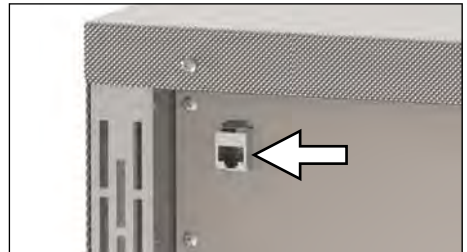
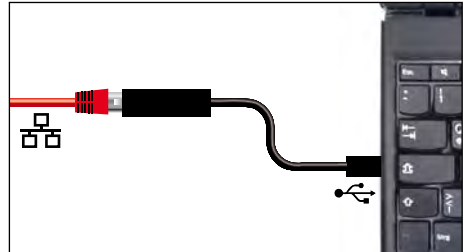

Abb. 4 Ethernet-Schnittstelle
Abb. 7 Konverter Ethernet–USB
Die Ethernet-Schnittstelle ist für Geräte vorgesehen, die den Anforderungen gemäß IEC 60950-1 entsprechen. Über eine Ethernet-Schnittstelle kann das Gerät an ein Netzwerk angeschlossen und können mit der optional erhältlichen Software AtmoCONTROL Protokolle ausgelesen werden. Die Ethernet-Schnittstelle befindet sich hinten am Gerät (Abb. 4).
¹ Siehe Abb. 7 auf Seite <?>
- ▶ Konverter Ethernet–USB (Abb. 7). Damit ist es möglich, den Netzwerkanschluss des Geräts (siehe Seite Abb. 4) mit dem USB-Anschluss eines PCs/Laptops zu verbinden.